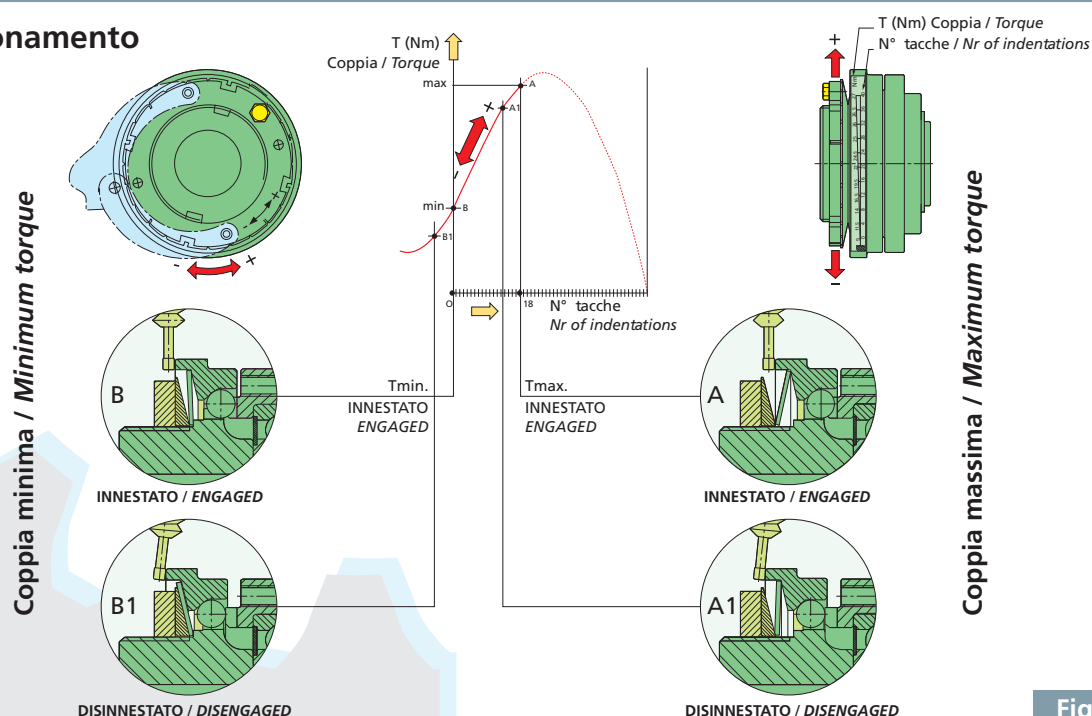

Fig. 1
Durante il servizio normale il limitatore di coppia ZBC - NBC (fig.2) trasmette la coppia dal mozzo (1) alla flangia (3) attraverso la corona di sfere (4) costrette dalla pressione delle molle a tazza (6) sulla flangia mobile (2) dentro sedi ricavate sulle parti (1) e (3). In caso di sovraccarico, quando la coppia richiesta supera il valore pretarato, le sfere sono spinte fuori dalle sedi della flangia (3): le due parti (1) e (3) si sganciano trasmettendo una coppia residua molto bassa, e la parte mobile (2) vincendo la spinta delle molle a tazza (6), aziona l'interruttore (9) che comanda l'arresto di emergenza del motore. Il reinserimento è automatico al valore di coppia pretarato quando il sovraccarico cessa. Nella versione SYNCHRON il reinserimento avviene da fermo o a velocità basse dopo 360° dal distacco, così da rispettare il sincronismo tra la flangia (3) e il mozzo (1). Le molle a tazza lavorano nel solo campo negativo della curva (fig.1) e quindi la ghiera di regolazione (7), ruotata in senso antiorario fornisce un carico crescente alle molle a tazza (6) e quindi una coppia di intervento maggiore. La ghiera (7) è mantenuta in posizione dal bloccaggio della vite di fermo (8). ZBC porta 8 fori filettati di fissaggio e un cuscinetto per servizio pesante, NBC 6 fori filettati di fissaggio e un cuscinetto per servizio leggero.
The SYNCHRON type re-engages during stoppage or at low speed once per revolution at a reference point and keep the hub (1) and the flange (3) of the torque limiter synchronised. The disc springs are working only in the negative area of their characteristics (fig.1), so the adjustment nut (7), when tightened anticlockwise, provides an increasing axial load to the disc springs (6) and a higher disengaging torque: when the pre-set torque level is reached the nut (7) is locked in position by means of the locking screw (8). ZBC holds 8 fixing threaded holes and a heavy duty bearing, NBC 6 fixing threaded holes and a light duty bearing.